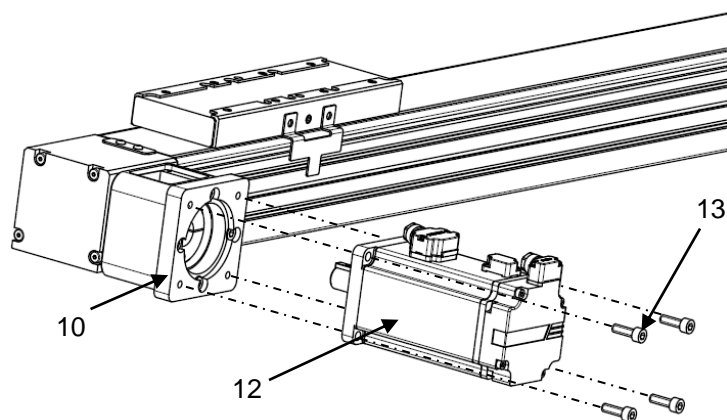

Рисунок 6 – Установка корпуса
- 4) Установите электродвигатель/редуктор (поз. 12) на фланец (поз. 10) (при наличии) с помощью винтов (поз. 13) (см. рисунок 6);